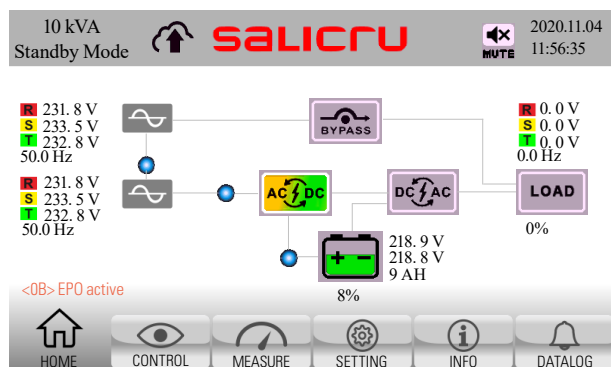

Fig. 58. Écran principal avec arrêt d'urgence EPO activé. Il n'y a pas de tension de sortie.
2. Une nouvelle alarme apparaît sur le panneau de commande <0B> EPO active (EPO activé), et l'équipement passe automatiquement en mode attente (Fig. 58).